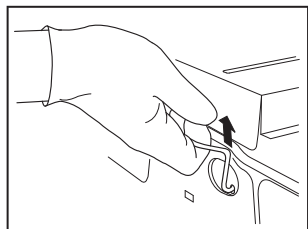

Fig. 2
2. Soulevez la poignée comme indiqué sur la Fig. 2